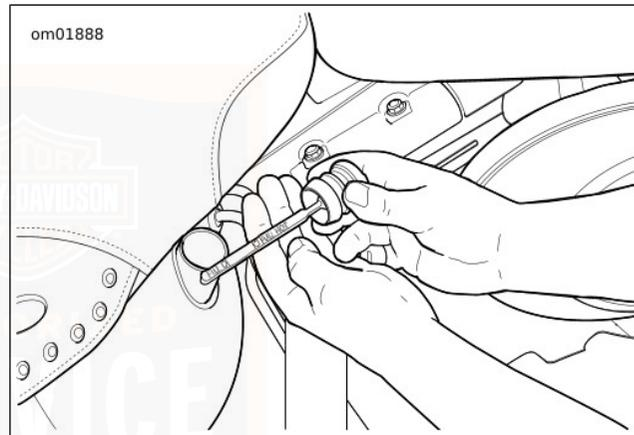

Abbildung 38. Öltankfüllstand prüfen
2. Siehe Abbildung 38. Den Einfüllverschlussstopfen/Ölmesstab entfernen.
8. Siehe Abbildung 38. Den Einfüllverschlussstopfen/Ölmesstab vollständig in den Öltank einsetzen.